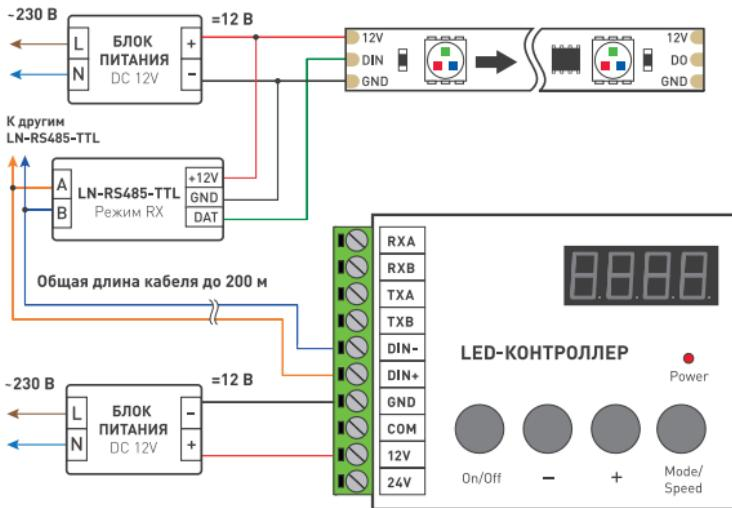

Рис.2. Подключение одного усилителя при наличии у контроллера симметричного выхода D+ и D-.
3.3. Подключите оборудование в соответствии с одной из приведенных схем. При наличии у контроллера симметричного выхода (DATA+ и DATA-), используется только один усилитель LN-RS485-TTL в режиме RX, установленный перед светодиодной лентой [Рис.2].